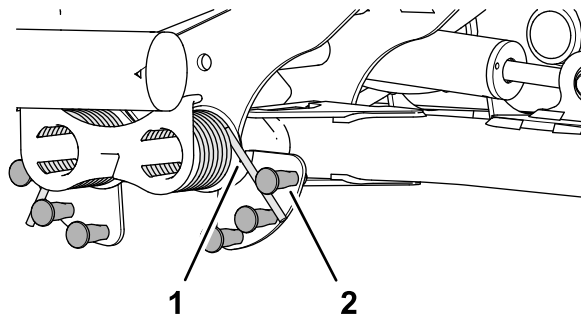

図 52
2. カウンタバランススプリングの長い方の端部にパイプなどを被せ、テコの原理を利用してスプリングをショルダ付きスタッドの希望位置上にセットする 図 52。